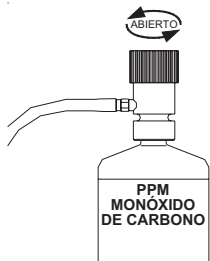

Figura 13
3. Abra totalmente el regulador, dando a la perilla un mínimo de dos (2) vueltas hacia la izquierda (figura 13).